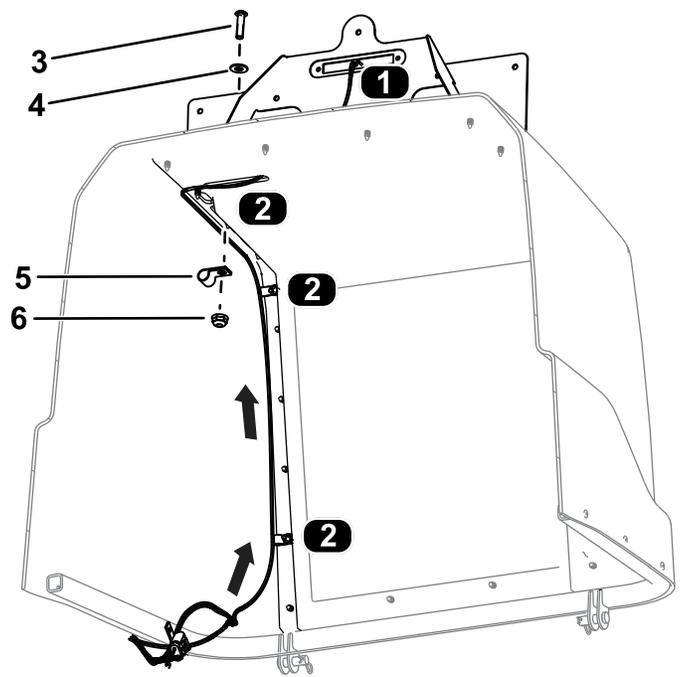

Figura 32
10. Enrute el conector del arnés de cables marcado LICENSE PLATE LIGHT (P14) a través del capó y conéctelo a la luz de la placa de matrícula (Figura 32).
11. Fije el arnés de cables al capó con 3 tornillos allen (1/4" x 1"), 3 arandelas planas, 3 abrazaderas y 3 tuercas con arandela prensada (1/4"), tal y como se muestra en la Figura 32.